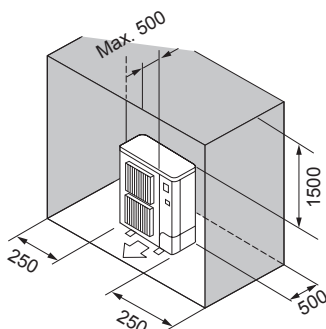

Fig. 2-8
- ⑥ Obstacles à l'arrière, sur les côtés et au-dessus (Fig. 2-8)